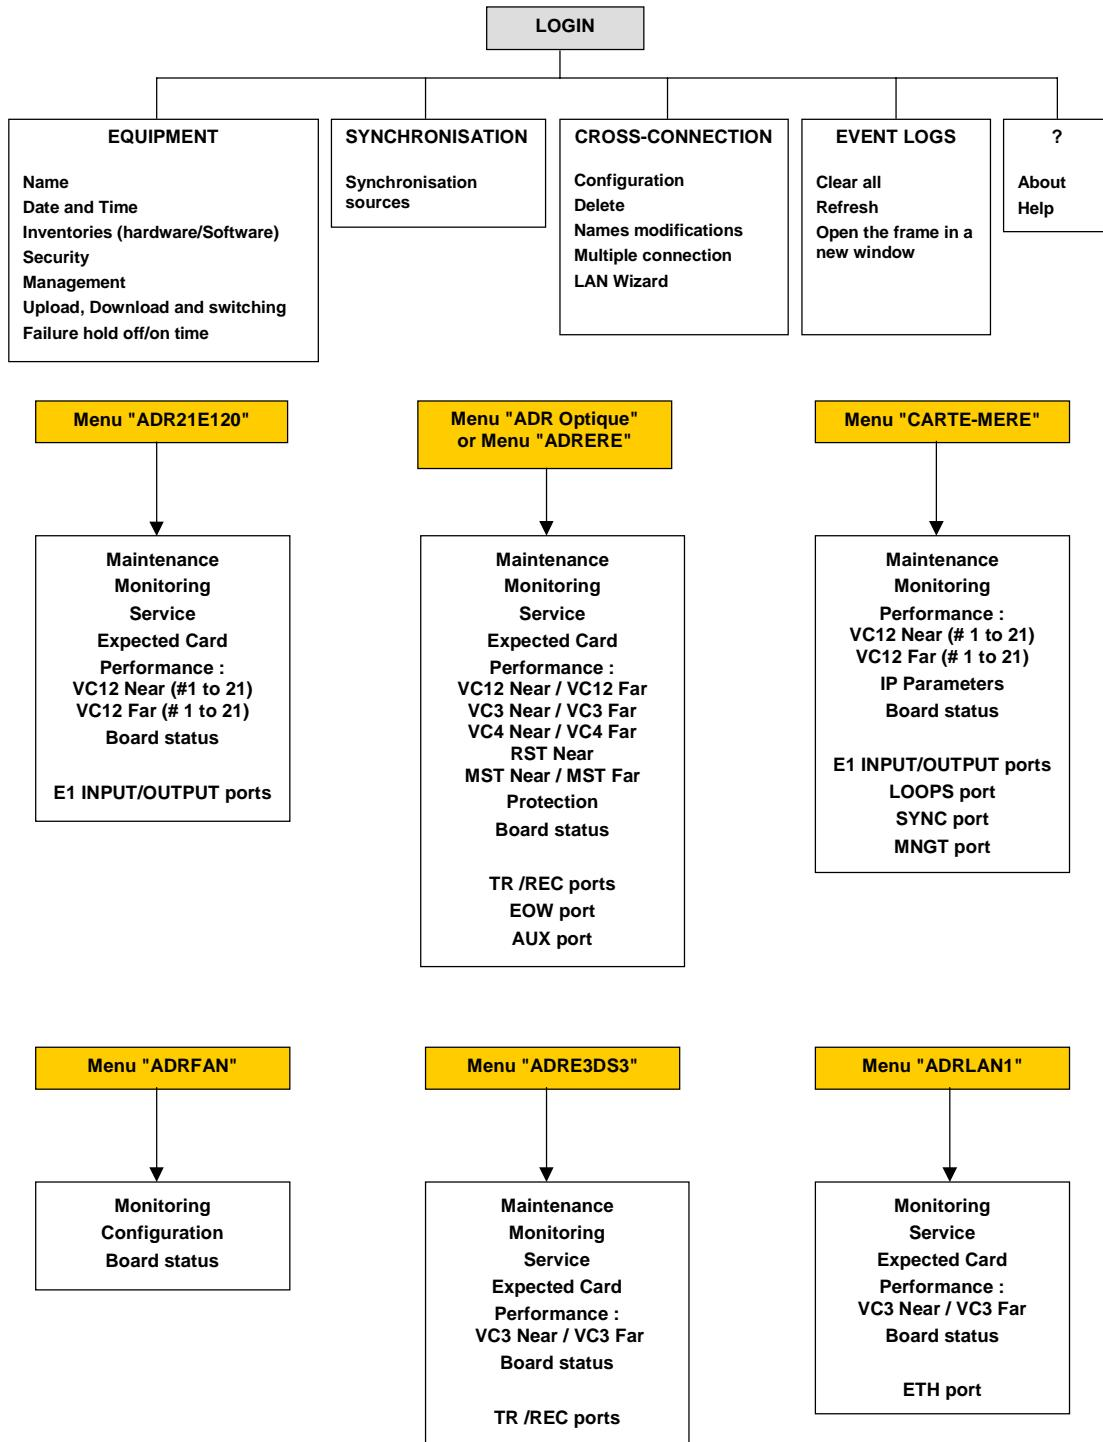

Figure 1-12 - Arborescence des menus
- d'activer les fonctionnalités communes de l'équipement telles que la synchronisation, la sécurité, les informations de trafic, etc en cliquant sur une fonction de la barre de menu ; voir arborescence du menu général Figure 1-12 .
- d'accéder aux fonctionnalités liées à un module en particulier (par exemple, protection MSP dans le cas d'un module ADR Optique) : cliquer sur le module à sélectionner, la flèche de sélection clignote et son menu spécifique apparaît ; voir arborescence des menus "carte" Figure 1-12